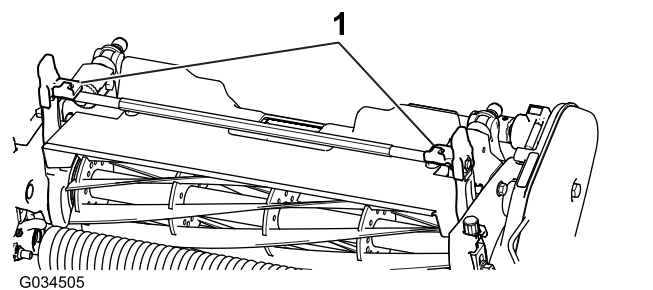
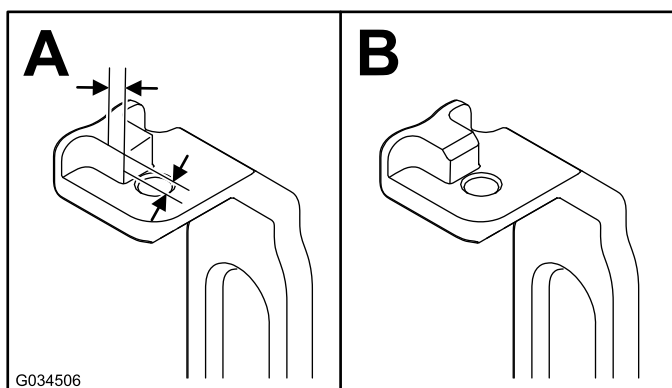

Figure 4
Figure 5
2. Sur les deux bras d'inclinaison (Figure 4), mesurez 2,3 mm vers l'intérieur sur les pattes et meulez l'angle, comme montré à la Figure 5.